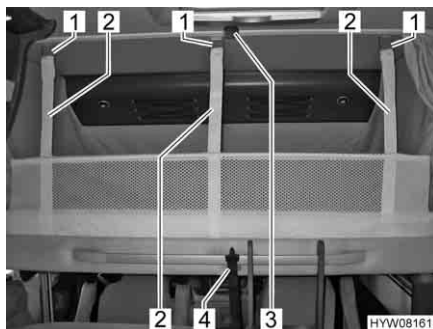

Fig. 60 Letto basculante con rete protettiva montata
- Staccare la cintura di ritegno (Fig. 60,4).
- Staccare le cinture di ritegno (Fig. 60,2) e sistemare la rete protettiva sotto il materasso.
- Assicurare il letto basculante al soffitto (Fig. 60,3) mediante la cintura di ritegno (Fig. 60,4).
- Agganciare la cintura di ritegno (Fig. 60,2) ai ganci (Fig. 60,1) del soffitto.